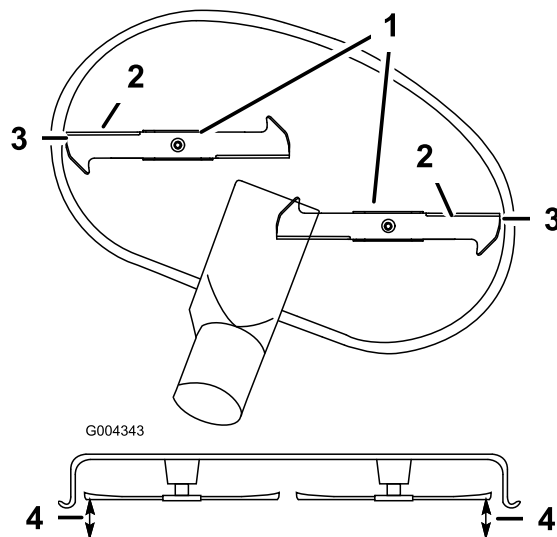

Figura 53
5. Gire cuidadosamente la(s) cuchilla(s) colocándola(s) perpendicularmente al sentido de avance de la máquina (Figura 53). Mida entre los bordes de corte exteriores y la superficie plana (Figura 53). Si hay una diferencia de más de 5 mm entre ambas dimensiones, se requiere un ajuste; siga con este procedimiento.